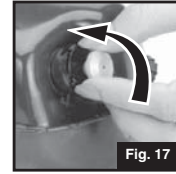
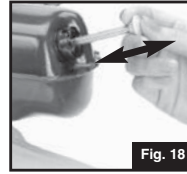

Fig. 17
Fig. 18
- Abra la PERILLA DE LA BOMBA y bombee presión adicional al tanque. (Fig. 17 & Fig. 18)